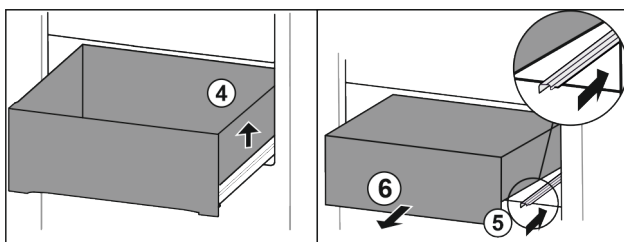

Fig. 32
- Løft skuffen i højre side. Fig. 32 (4)
- Skub den højre skinne ind. Fig. 32 (5)
- Tag skuffen ud fremefter. Fig. 32 (6)